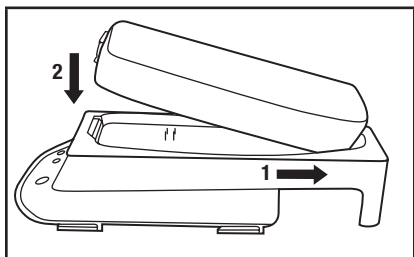

Fig. 8 – Insertion de la pile dans le support de charge
3. S'assurer que les contacts électriques dorés de la pile et du chargeur de pile sont propres et exempts de débris. Insérer le bloc-piles dans le support de charge TR-640 3M™ en en faisant tout d'abord glisser l'extrémité à charnière. Appuyer sur le bloc-piles pour enclencher l'avant de ce dernier en place (Fig. 8). La charge débute.